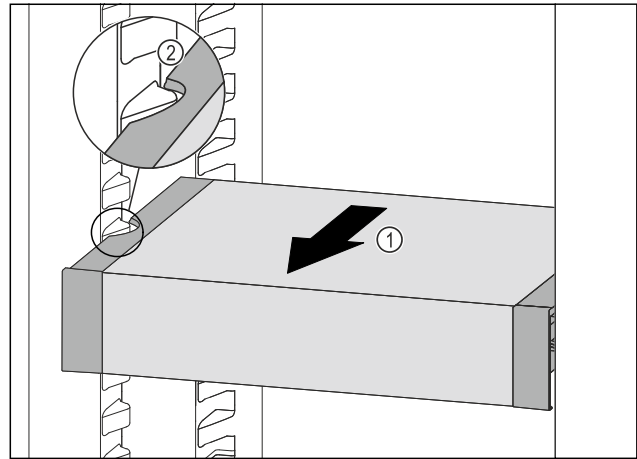

Fig. 113
- ▶ Потягнути VarioSafe вперед Fig. 113 (1), поки бокові заглиблення VarioSafe не опиняться на рівні ребра для ємності в охолоджувальному відділенні. Fig. 113 (2)